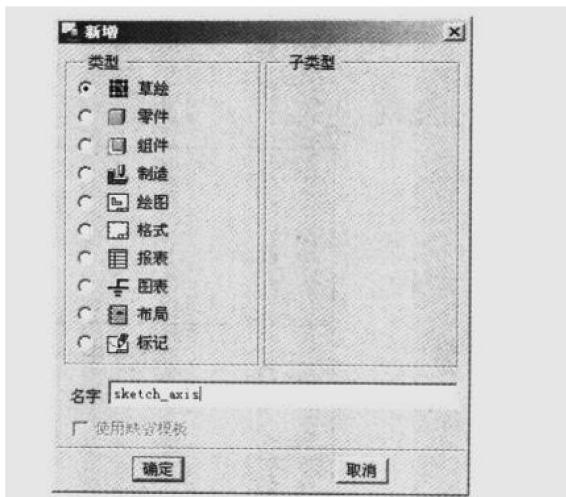

图 1.3 【新增】对话框
- (3) 新建【草绘】文件。进入【草绘】模块设计界面。在菜单栏中选择【文件】|【新建】命令(或者单击主工具栏中的【新建】按钮“”)，系统将弹出【新增】对话框，如图 1.3 所示。在该对话框中选择【草绘】单选按钮，并在【名字】文本